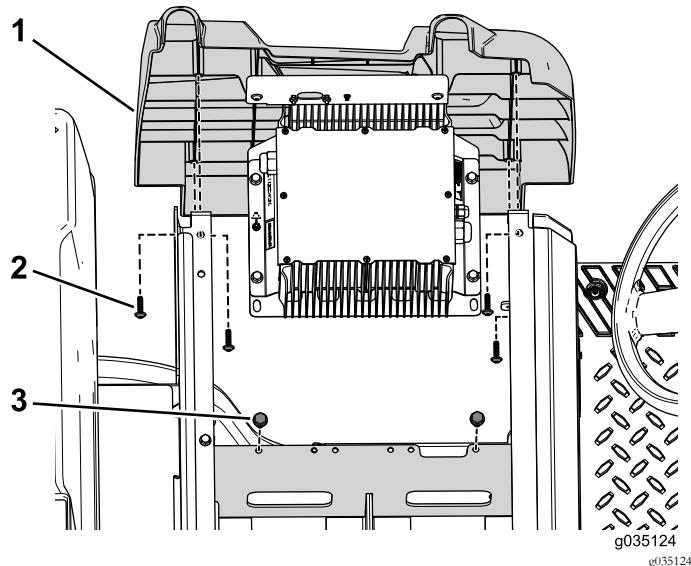

Figura 56
- Retire los 2 pernos que sujetan el soporte del cargador a la bandeja de las baterías (Figura 56).
- Retire los 4 tornillos autorroscantes que sujetan la cubierta del lado izquierdo a la máquina (Figura 56).